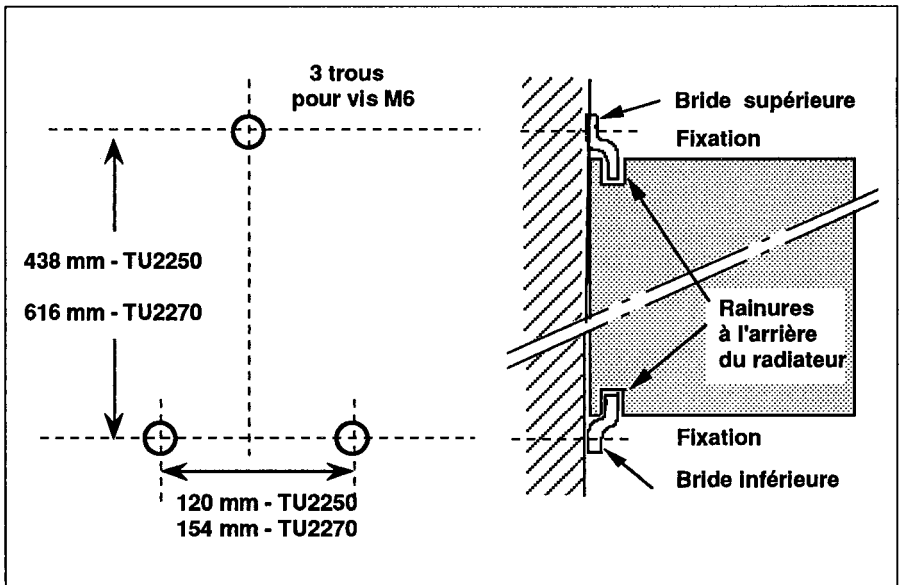

Figure 2-1 Cotes de perçage et fixation du gradateur non ventilé
a. Fixer les deux brides sur le panneau par les vis **M6** en respectant les cotes de perçage données (figure 2-1).